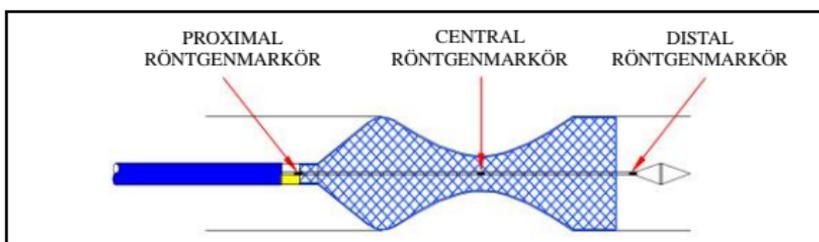

Figur 4
- När den centrala röntgenmarkören når mitten av målförträngningen fortsätter du att dra tillbaka Y-kopplingen tills stenten är helt placerad. (Se figur 4, 5)
- När den centrala röntgenmarkören når mitten av målförträngningen, fortsätt framåt mot kopplingen tills stenten är helt placerad. (Se figur 4, 6)